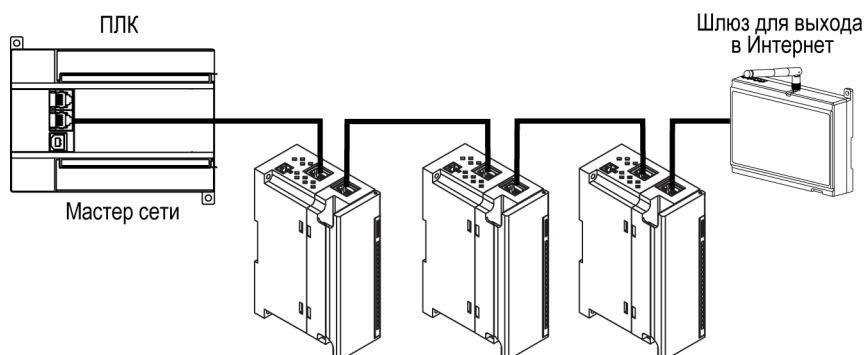

Рисунок 5.9 – Подключение по схеме «Цепочка»
- «Цепочка»/«Daisy-chain» (рисунок 5.9).